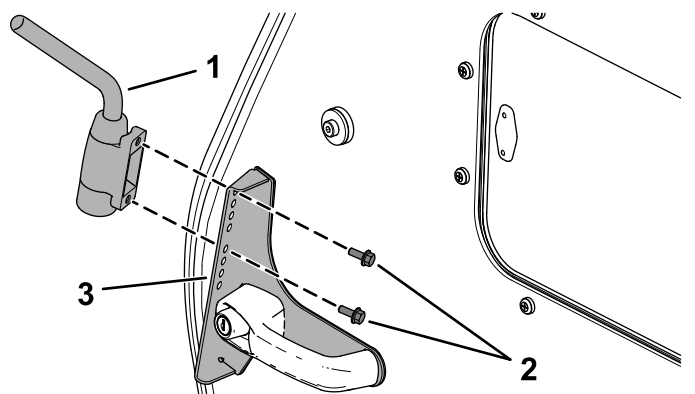

Figura 5
7. Instale o braço do espelho nos furos superiores da montagem do espelho utilizando dois parafusos de cabeça flangeada interior (6 x 16 mm) como se mostra na Figura 5.